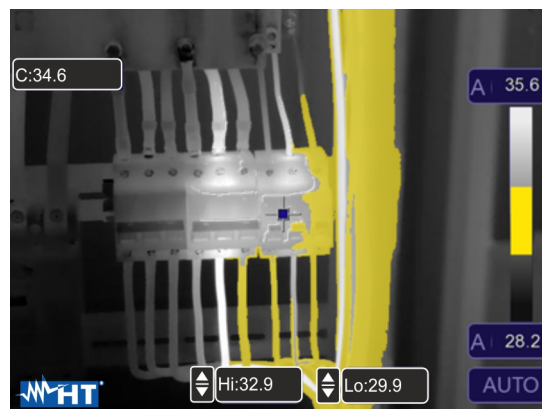

Fig. 43: Sélection isotherme Alarme intervalle de température
9. Touchez les champs « Hi » et « Lo » en bas de l'écran et utilisez les touches fléchées ▲ ou ▼ pour définir la valeur seuil de température **maximale** et **minimale**. L'instrument montre les points de l'image dont la température se situe entre le seuil « Lo » et le seuil « Hi » en orange et les points restants en gris (voir Fig. 43)